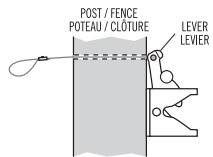

FIG. 3
- To use the latch from the opposite side of the gate, lift and press the lever against the post. Mark the post where the cable is fastened to the lever. Drill a 3/16" (4,5mm) hole through the post and feed the cable through the post hole. (Fig. 3)
- Pour utiliser le loquet du côté opposé du portillon, relevez le levier et appuyez-le contre le poteau. Faites un repère au point d'attache du câble sur le levier de la barrière. Percez un trou de 3/16es po (4,75 mm) dans le poteau et faites passer le câble dans le trou. (Fig. 3)